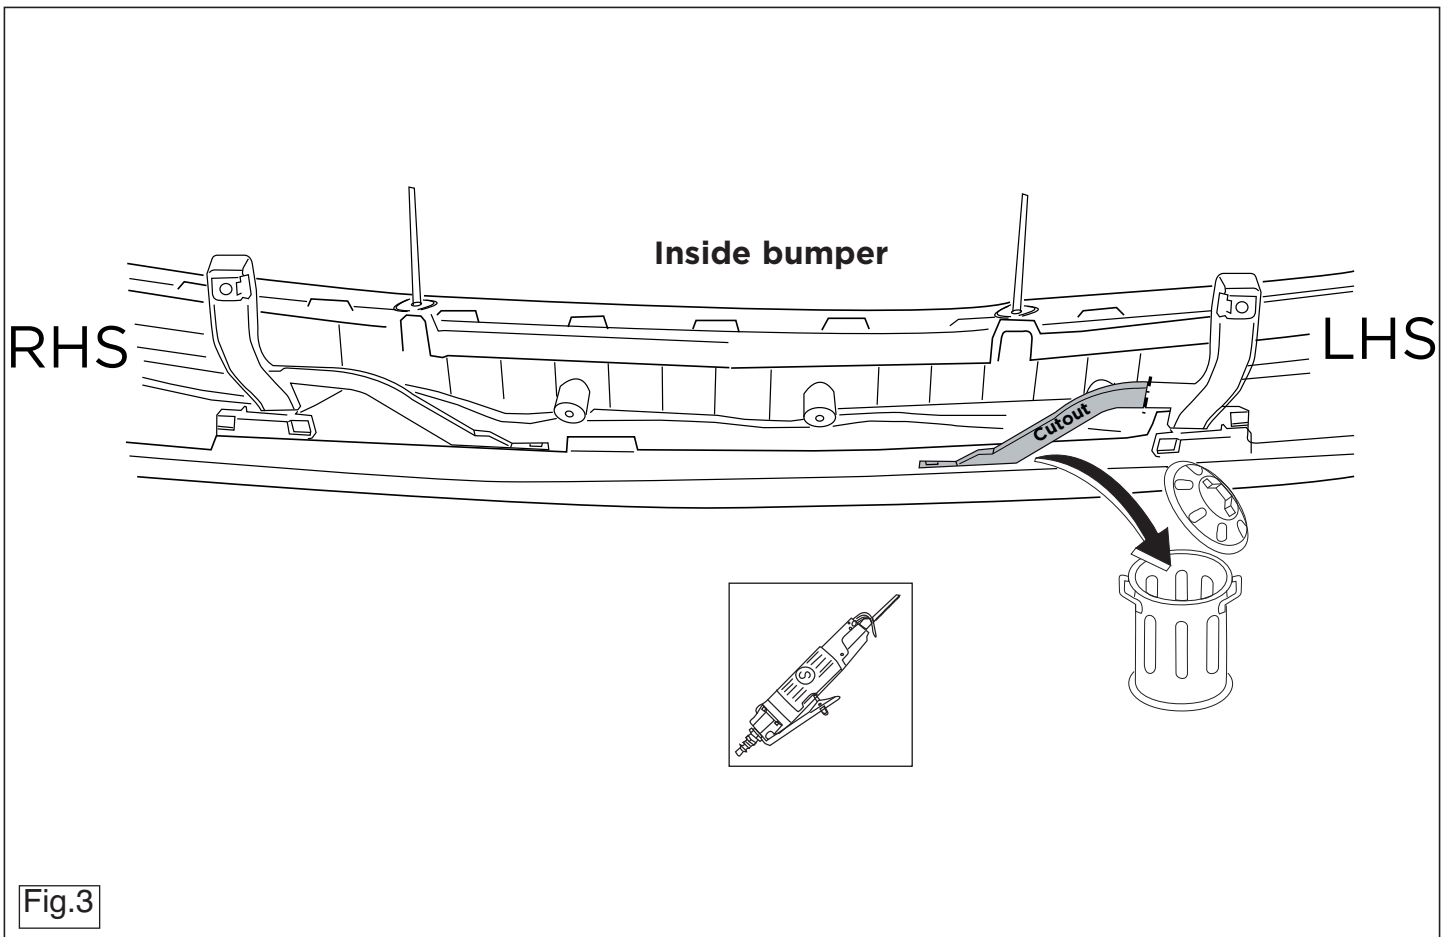

Fig.3
11. **If present:** Saw out the indicated section in accordance with figure 3.
11. **Falls vorhanden:** Gemäß Abb. 3 das angegebene Teil heraus-schneiden.